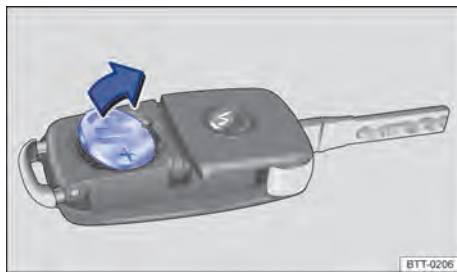

Fig. 39 Chave do veículo: remover a bateria.
- Remover a bateria do alojamento da bateria com uma ferramenta adequada ⇒ Fig. 39.
- Posicionar a nova bateria conforme indicado ⇒ Fig. 39 e pressionar no sentido contrário ao da seta para dentro de alojamento da bateria ⇒ ②.